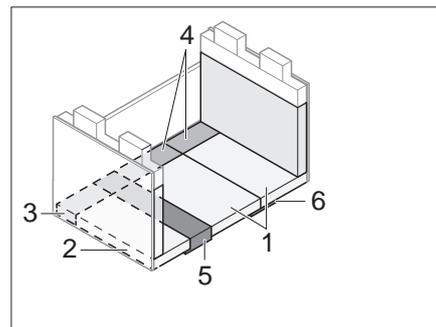

Bild 156 Nach dem Umbau
- Sitz-, Rucken- und Zusatzpolster wie in Bild 156 gezeigt auflegen.
- ▷ Um einen hoheren Liegekomfort zu erreichen, kann die Polster-Beilage aus dem Ruckenpolster (Bild 156,2) entfernt werden.